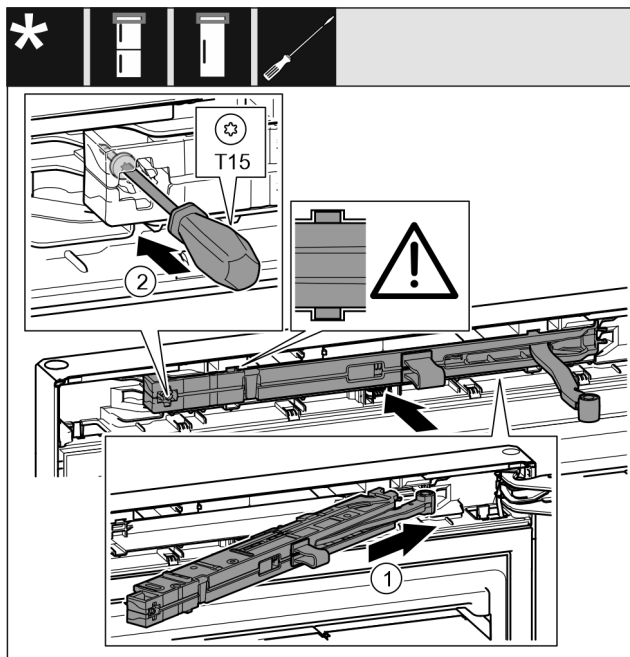

Fig. 30
- ▶ Jednotku tlumiče zavírání Fig. 30 (1) na straně stojanu ložiska zasuněte až na doraz šikmo do vybrání.
- ▶ Šroubovákem šroub Fig. 30 (2) pevně utáhněte.